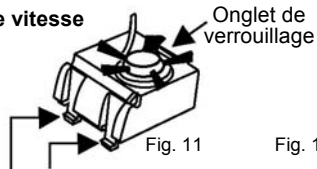

Fig. 11
4. Enfoncez l'onglet de verrouillage du boîtier de vitesse (Fig. 11 et Fig. 12).
2. Enfoncez l'onglet de verrouillage du boîtier de vitesse (Fig. 11 et Fig. 12).